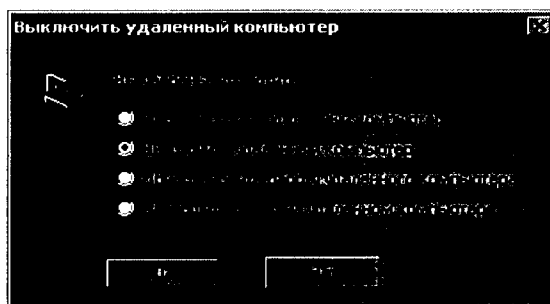

Рисунок 18 - Окно «Выключить удаленный компьютер»
4.4.32 Для выключения микро-РС КОИ, нажать на кнопку «ОК», после чего появится окно «Выключить удаленный компьютер» (Рисунок 18). В появившемся окне «Выключить удаленный компьютер» установить точку в соответствующий кружок около надписи выключить удаленный компьютер и нажать на кнопку «Да».